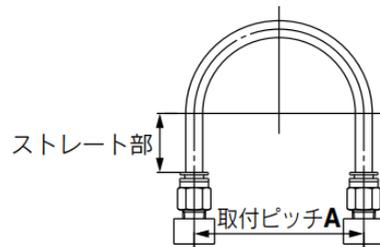

図1 推奨配管図
⑥ 真空、ノンリーク仕様の場合、異物混入や継手類の気密に対して、特にご注意ください。
① ワンタッチ管継手に配管する際は図1の推奨配管条件にて、チューブ長さに余裕を持った配管をお願い致します。